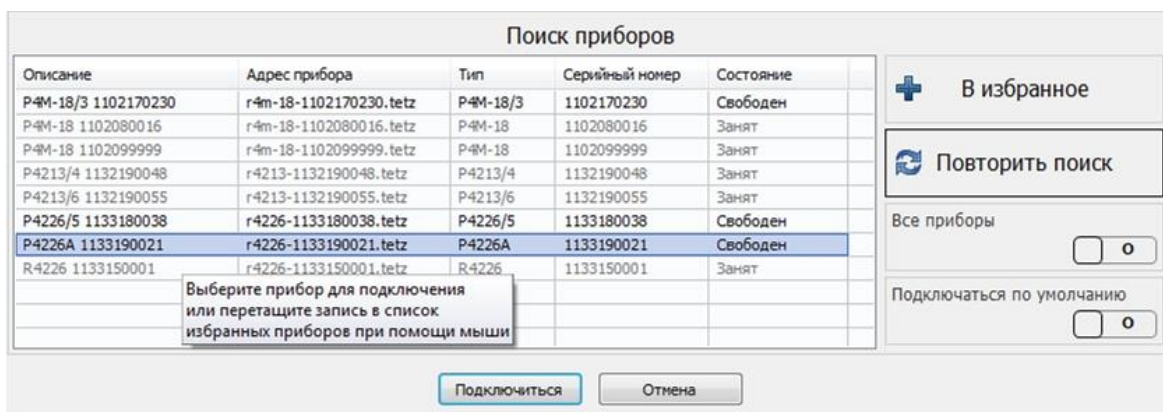

Рис. 1. Подключение к ВАЦ
3. Подключить ПО к ВАЦ (рис. 1).